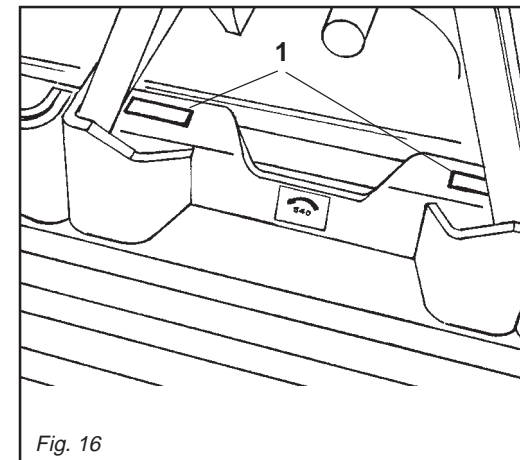

Fig. 16
Anteriormente il carrello è provvisto di 2 pattini di guida (1 Fig. 16), che possono essere sostituiti in caso di usura.
At the front, the carriage has two guide pads (1 Fig. 16) that should be replaced when worn.
- Les 2 patins de guidage (1 Fig. 16) prévus à l'avant du chariot peuvent être remplacés en cas d'usure.
- 3- Deslizar el carro hasta la posición deseada y luego apretar los dos tornillos de fijación carro. El carro anteriormente está dotado de 2 patines de guía (1 Fig. 16) que se pueden sustituir si se desgastan.